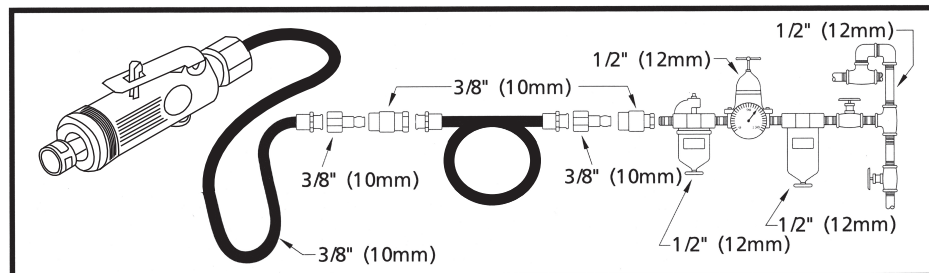

Figure 2 - Configuration recommandée de la conduite d'alimentation en air
1. Cet outil doit être alimenté en air pur et sec à une pression de 620 kPa. Une pression plus élevée entraînerait une usure nettement plus rapide. Reliez l'outil à la ligne d'air en utilisant la conduite, le tuyau et les raccords dans les dimensions indiquées dans Figure 2.
Ne dirigez jamais le jet d'air vers vous ou toute autre personne. Des tuyaux mal raccordés, endommagés ou aux bagues desserrées peuvent provoquer des blessures graves s'ils se détachent. Vérifiez tuyaux et bagues. N'utilisez jamais d'attaches rapides sur l'outil. Reportez-vous Figure 2 d'installation. Si vous utilisez des attaches torsadées universelles, prenez soin d'installer des goupilles de sécurité